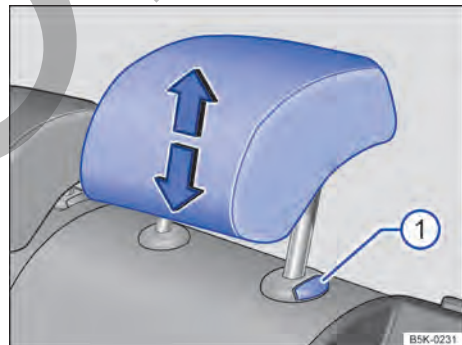

Fig. 76 Ajuste de los apoyacabezas traseros.
- Desplace el apoyacabezas hacia arriba o, a la vez que presiona la tecla → fig. 76 ①, hacia abajo en el sentido de la flecha correspondiente → ▲ en *Introducción al tema* de la pág. 94.